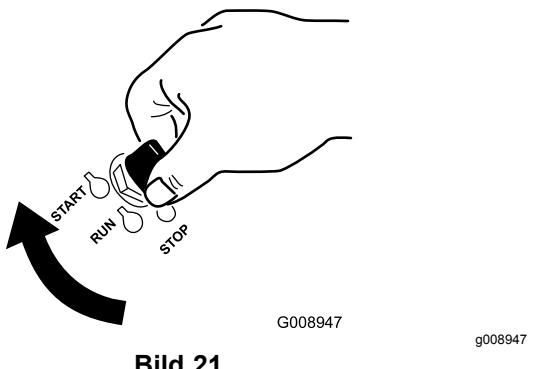

Bild 21
- Drehen Sie den Zündschlüssel auf die START-Stellung (**Bild 21**).